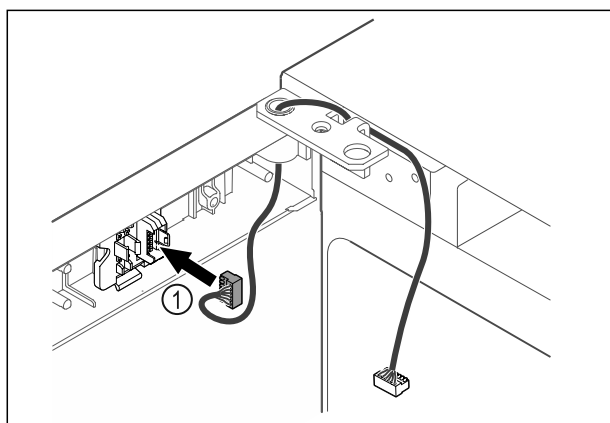

Fig. 40
- ▶ Inserire il connettore Fig. 40 (1) nel porta-connettore.